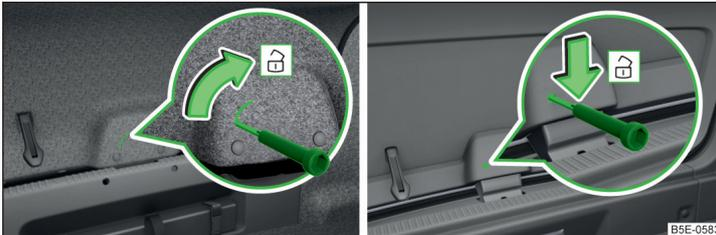

Abb. 337 Klappe entriegeln: Variante 1 / Variante 2
- › In die Aussparung bzw. Öffnung in der Klappenverkleidung » Abb. 337 einen Schraubendreher oder ein ähnliches Werkzeug bis zum Anschlag einführen.